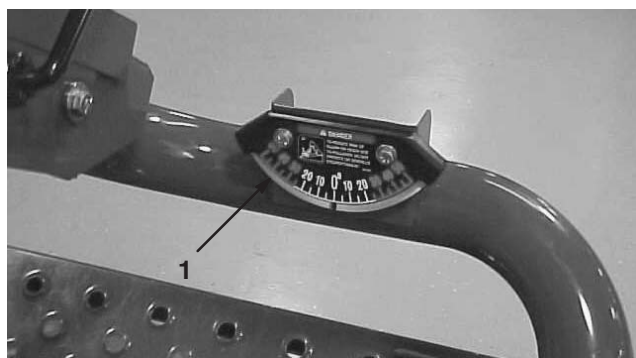

Figure 7
2. Vérifiez que la machine est de niveau en plaçant un inclinomètre à main (fourni avec la machine) sur la traverse de châssis près du réservoir de carburant (Fig. 7). L'inclinomètre doit indiquer zéro degré vu de la position de conduite.